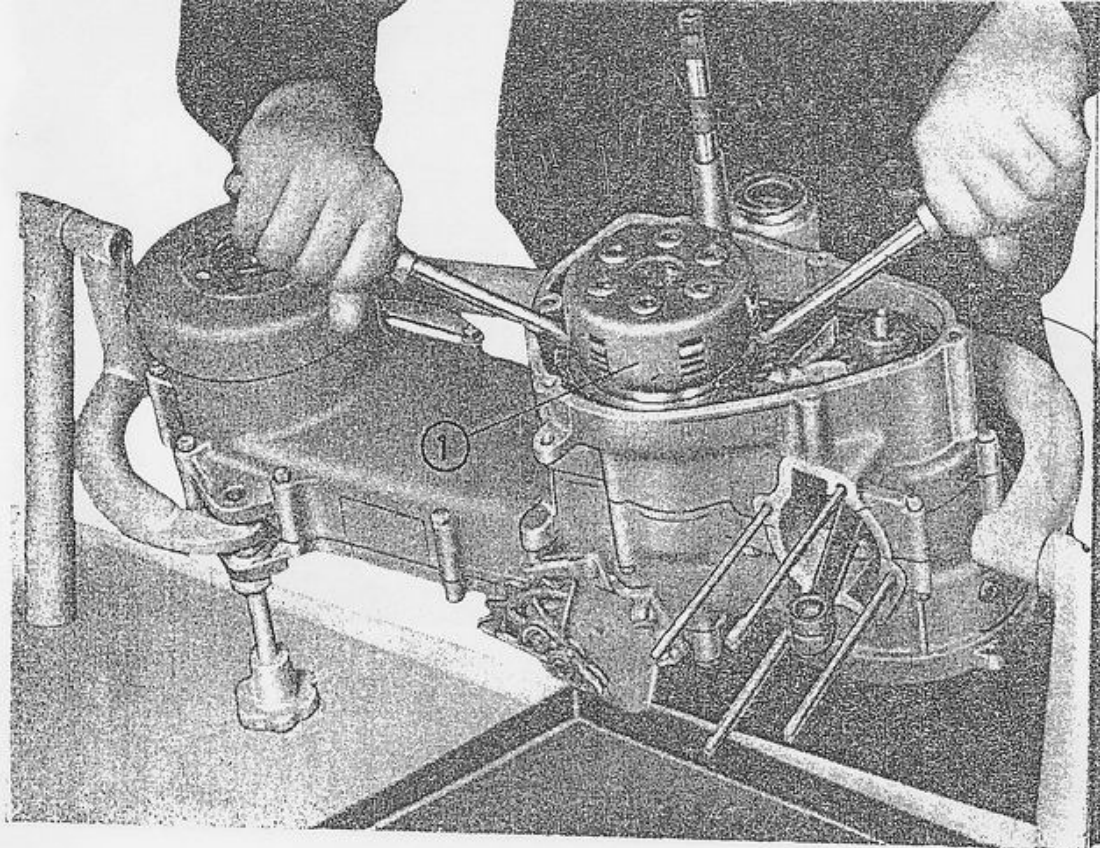

Fig. 5 - Estrazione castelletto della frizione.
- 11°) **sfilare la scatola della frizione** (punto 1 - fig. 5) adoperando le due leve di dotazione (punto 2 - fig. 5);